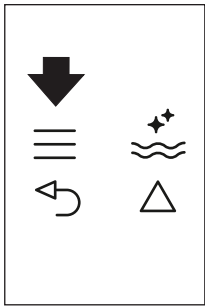
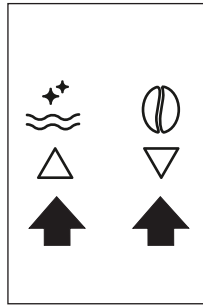

Fig. 22
Fig. 9
- ▶ Premere l'icona ≡ (B2) per entrare nel menù (Fig. 22), o poi premere le icone △ ▽ (B7) e (B8) (Fig. 9) fino a selezionare il messaggio "PROGRAMM. CAPPUCCINO".
- ▶ Premere l'icona ≡ (B2) per entrare nel menù (Fig. 22) o poi premere le icone Δ ∇ (B7) e (B8) (Fig. 2) fino a selezionare il messaggio "CAFFÉ PER CAPPUCCINO".
- ▶ Premere nuovamente l'icona OK (B9) per confermare e poi premere le icone Δ ∇ (B7) e (B8) (Fig. 9) fino a selezionare il messaggio "CAFFÉ PER CAPPUCCINO".